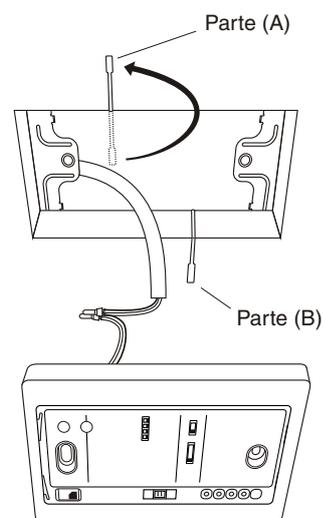

Fig. 3-27
4. Usare le parti della staffa (A) e (B) per fissare saldamente al soffitto (Fig. 3-27).